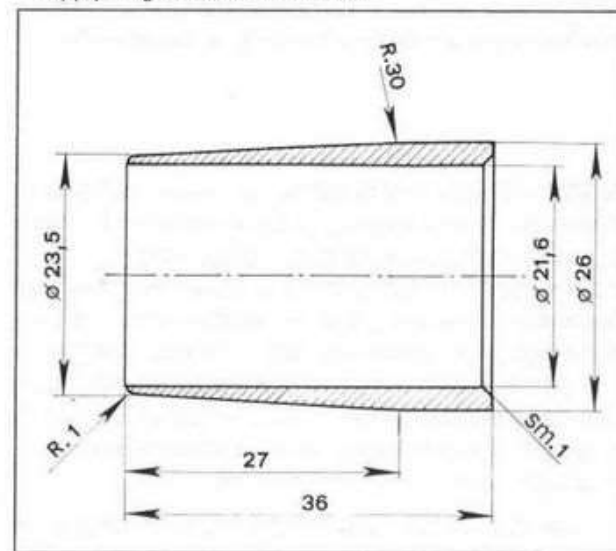

Fig. 103
**Modello 500:** installare sull'estremità dell'albero primario una boccia conica di protezione realizzata come da disegno quotato (Fig. 103). Procedere quindi al montaggio del coperchio laterale sinistro e sfilare infine la boccia conica.
**500 cc model:** Install a tapered protection sleeve (made according to Fig. 103) on mainshaft end. Replace left-hand cover and finally remove the protection sleeve.